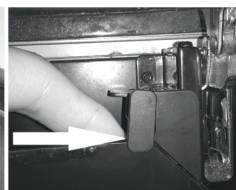

Rys. 3
4. Podczas wyjmowania, podnieś, a następnie wyciągnij szkło w kierunku do piekarnika tak, jak pokazano na Rys. 3. Jeżeli podniesiesz szkło za wysoko, niektóra plastikowa część górnej plastikowej pokrywy może pęknąć.